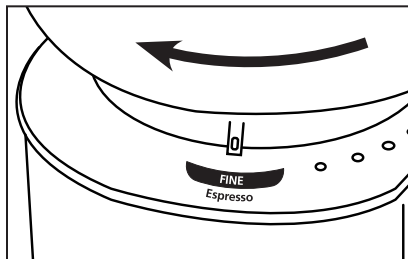

Figura 1
3. Instale la Tolva para granos en la unidad y gírela en dirección de las manecillas del reloj ( se oirán varios chasquidos al rotar a medida que la unidad queda más ajustada) hasta que pare con el indicador del tamaño de grano en Fino (Figura 1)